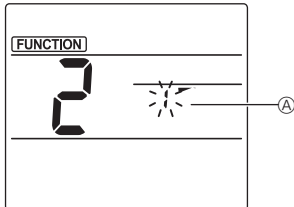

Fig. 2
- ② A lamellaszám kiválasztása (Fig. 2)